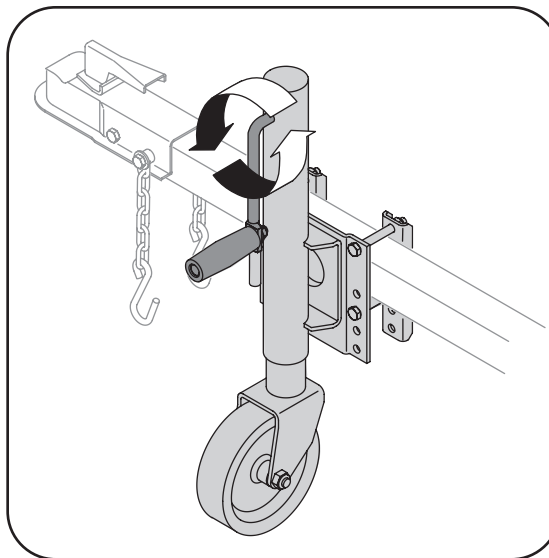

Figura 4-4
2. Levantar el gato ajustable apoyan a la bocacalle de la manivela dextrósum. Ver la Figura 4-4.